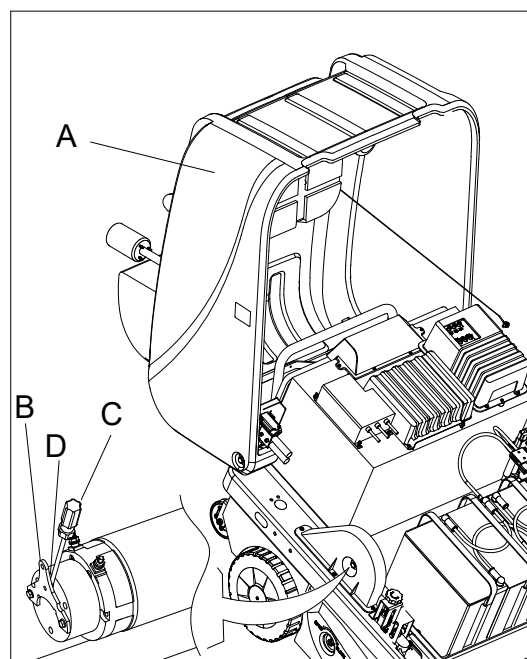

Figura 17
1. Aprire il coperchio (C, Figura 17).
2. Tirare la maniglia del motore di trazione (B, Figura 17) verso l'esterno.
3. Inserire il cacciavite (C, Figura 17) nella fessura (D, Figura 17). Rivoltare il coperchio, poi spingere o rimorchiare la macchina.
4. Quando la macchina viene portata a destinazione, estrarre il cacciavite (C, Figura 17), poi può funzionare normalmente.